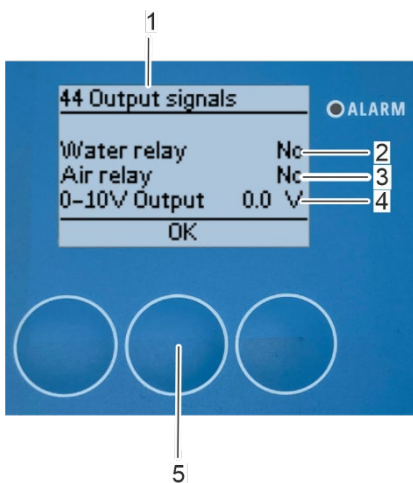
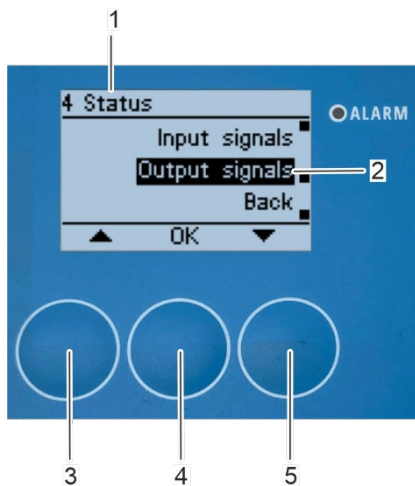

Abbildung 179: Untermenü „44 Ausgangssignale“
Abbildung 180: Untermenü „4 Status“
□ Das Untermenü „44 Ausgangssignale“ erscheint auf dem Bildschirm (Abbildung 179/1) und zeigt den aktuellen Status des „*Wasserrelais*“ (Abbildung 179/2), des „*Luftrelais*“ (Abbildung 179/3), und des „*0 - 10 V Ausgangs*“ (Abbildung 179/4).
Die Ausgangssignale „*Wasserrelais*“ (Abbildung 179/2) und „*Luftrelais*“ (Abbildung 179/3) zeigen „Ja“ an, wenn ein Eingangssignal vorhanden ist. Der „*0 - 10 V Ausgang*“ (Abbildung 179/4) zeigt die aktuell anliegende Spannung in einem Bereich von 0 bis 10 V an.
3. Drücken Sie [OK] (Abbildung 179/5), um zum Untermenü „4 Status“ (Abbildung 180/1) zurückzukehren.
⇒ Das Untermenü „4 Status“ erscheint auf dem Bildschirm (Abbildung 180/1).